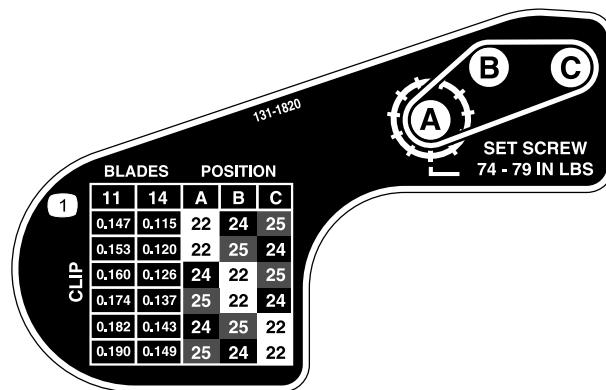

Figura 18
6. Utilizando a tabela mostrada no autocolante na Figura 18, determine a definição de apara que deseja e que polias tem de mover.
9. Instale cada polia na nova configuração, como se indica no autocolante (Figura 18).